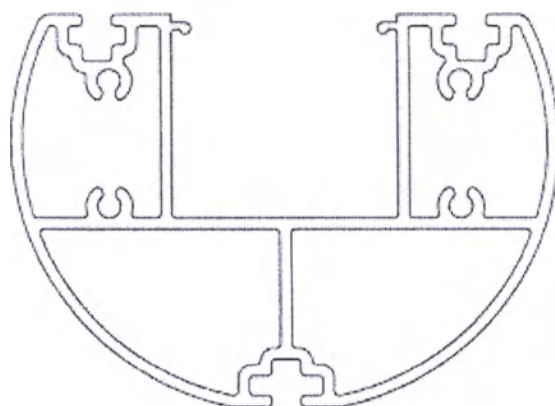
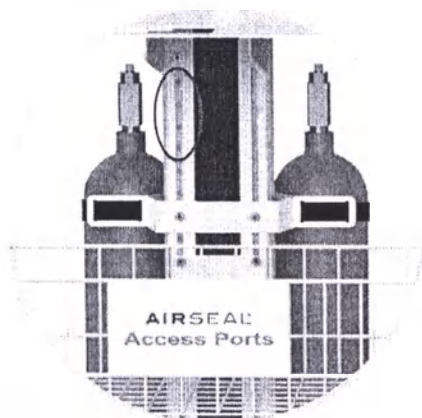

Рис. 3.3. Направляющие стойки тележки AirSeal iCart
Рис. 3.4. Планка для крепления корзин и стоек для баллонов на формованной стойке тележки AirSeal iCart
- Переместите их на нужную высоту и снова закрутите винты на крепежной планке формованной стойки, см. рис. 3.4. Поперечное сечение направляющих показано на рис. 3.3.
- Прикрепите прилагаемый кронштейн клапана к задней части тележки iCart, закрепив его в задней направляющей. Поперечное сечение направляющей изображено на рис. 3.3.